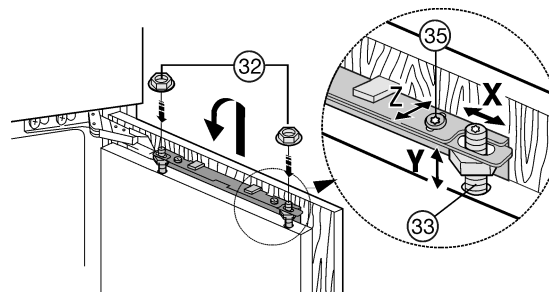

Fig. 21
- ▶ Möbeltür auf die Justagebolzen *Fig. 21 (33)* einhängen und Kontermuttern *Fig. 21 (32)* locker auf die Justagebolzen schrauben.
- ▶ Möbeltür in der Höhe Y und in der seitlichen Neigung ausrichten: Justagebolzen *Fig. 21 (33)* mit einem Schraubendreher einstellen.
- ▶ Kontermuttern *Fig. 21 (32)* anziehen.